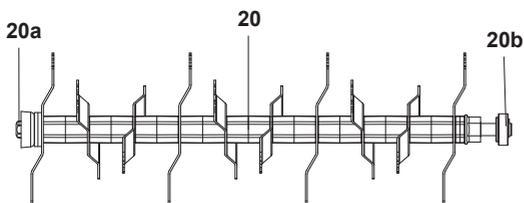

Rys. 7
2. Zwolnić dźwignię blokującą (24), ciągnąc ją do góry, a następnie nacisnąć przycisk blokady (23) i obrócić uchwyt zespołu tnącego (22), aby zwolnić zespół tnący (rys. 7, kroki 1, 2, 3).